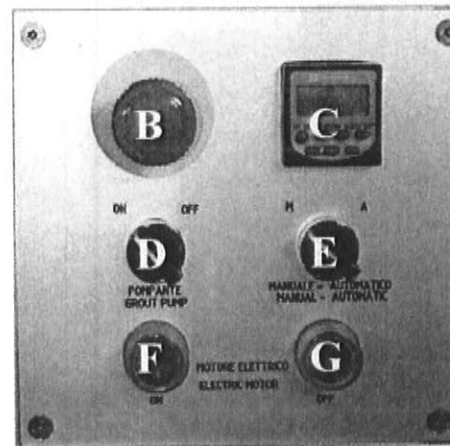

Figura 5.2
2. seleccionar el tipo de ciclo **Automático** o **Manual** interviniendo en el selector E (figura 5.2):
El valor de capacidad puede al contrario deducirse en función del número de golpes indicado por el contador de golpes (C en la figura 5.2); con recorrido de 200 mm, por ejemplo, a cada golpe corresponden 5 litros de material inyectado.